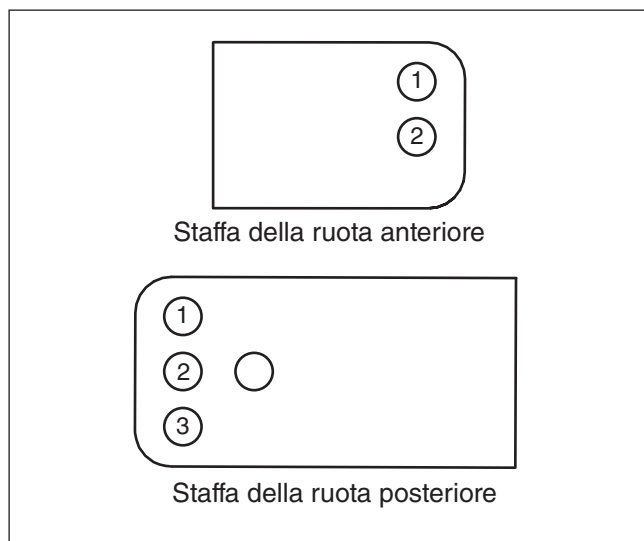

Figura 29
4. Rimontare le ruote limitatrice della profondità nel foro della loro staffa che le posiziona il più vicino al terreno senza toccarlo (vedere **Figura 29 e la tabella sottostante**).
5. Fissare la ruota limitatrice della profondità (4), il manicotto (3) e il bullone (2) alla staffa servendosi del dado (1).